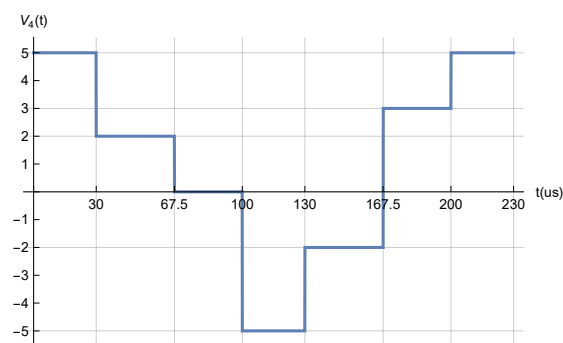

Fig. 1.4: Onda Arbitraria.
2. Para la señal periódica que se muestra en la Fig. 1.4, obtenga: